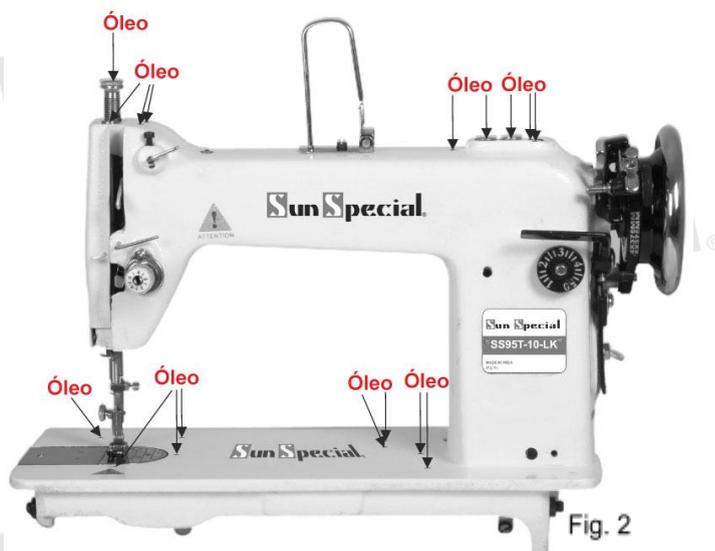

Fig. 2
- Aplique óleo branco para máquina de costura, nos pontos de lubrificação indicados na Fig. 2 e Fig. 3.